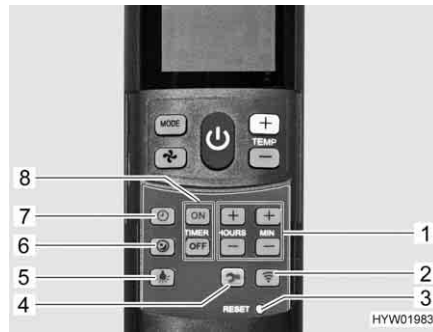

Fig. 209 Telecomando con tasti di impostazione (impianto di climatizzazione)
- Premere il tasto funzionamento silenzioso (Fig. 209,6). Durante il raffreddamento la ventola funzionerà ad un numero di giri inferiore, pertanto risulterà meno rumorosa.
- Premere il tasto ora (Fig. 209,7).
- Impostare le ore e i minuti con i tasti (Fig. 209,1).
- Premere il tasto "ON" (Fig. 209,8).
- Premere i tasti per l'impostazione degli orari (Fig. 209,1) fino a che non è stato raggiunto l'intervallo orario desiderato per l'accensione.
- Premere il tasto "OFF" (Fig. 209,8).
- Premere i tasti per l'impostazione degli orari (Fig. 209,1) fino a che non è stato raggiunto l'intervallo orario desiderato per lo spegnimento.
- Premere di nuovo il tasto "ON" o il tasto "OFF" (Fig. 209,8).
- Premere il tasto luce (Fig. 209,5). La luce viene accesa all'ultimo livello di regolazione impostato.
- Premere e tenere premuto il tasto luce (Fig. 209,5), finché non si raggiunge la luminosità desiderata.
- Premere il tasto luce (Fig. 209,5).
- ▷ Il tasto Setup (Fig. 209,4) permette di collegare il telecomando all'impianto di climatizzazione al momento della prima messa in funzione.